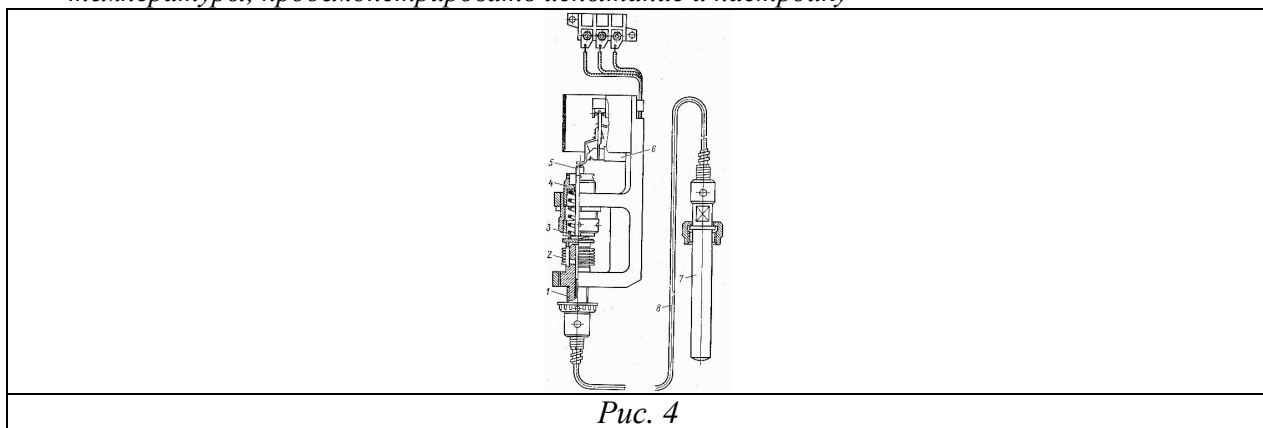

Рис. 4
4. Определить элементы схемы параллельной работы СГ (рис. 4). Объяснить порядок ввода СГ в параллельную работу. Продемонстрировать работу схемы, определить введенную в схему неисправность.